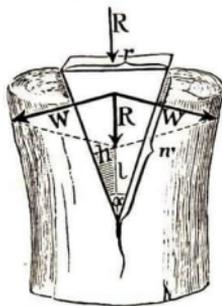

Abb. 57. Der Keil
3. Erkläre die Kraftzerlegung beim Keil! (Abb. 57.) Die Kraft R , die man gegen den Rücken des Keiles ausübt, zerlegt sich in zwei Seitenkräfte W, W senkrecht gegen die Wangen des Keiles. (Je spitzer der Keil, desto größer werden die Drucke W , die das Holz spalten.)